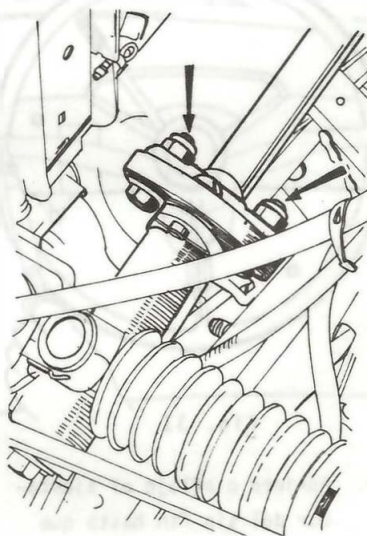

Fig. 32
PASO 4: Quite los pernos (tuercas) que sujetan la junta elástica de transmisión de movimiento (fig. 32).